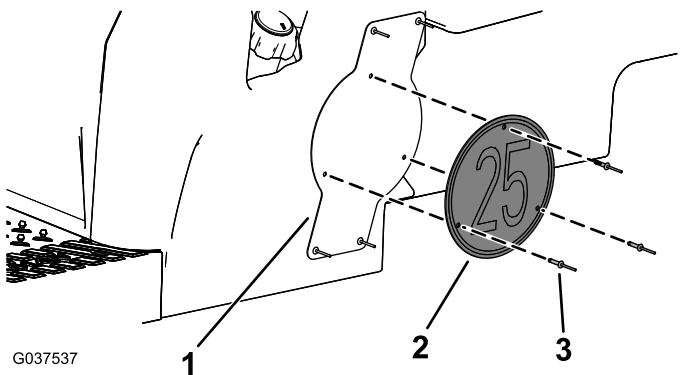

Bild 12
8. Befestigen Sie das Geschwindigkeitsschild an der Geschwindigkeitsschildhalterung mit drei Blindnieten (3/16" x 15/16"), wie in **Bild 12** abgebildet.